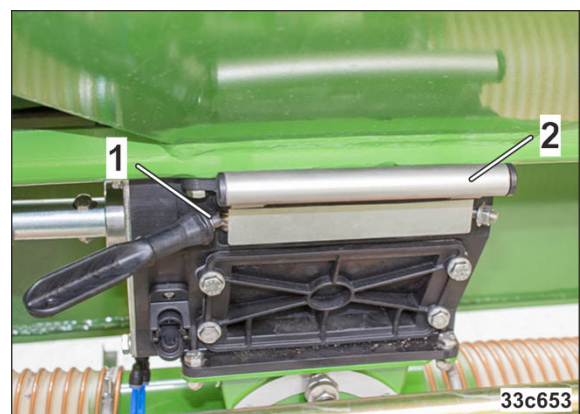

Bild 146
3. Vrid skruvarna (Bild 146/1).
4. Skjut spjället (Bild 146/2) i doseraren till anslaget.